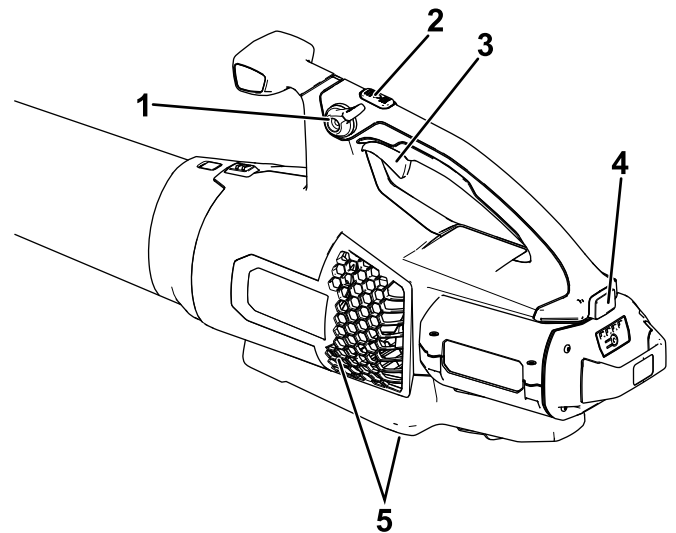

Figura 6
4. Per avviare il soffiatore, premete la levetta della velocità variabile (Figura 6).
Nota: Innestate il blocco della velocità per tenere la macchina accesa senza premere la levetta della velocità variabile (Figura 6).
Per ottenere le massime prestazioni (velocità dell'aria), premete completamente la levetta della velocità variabile, quindi tenete premuto il pulsante turbo boost per la quantità di tempo desiderata (Figura 6).
Per regolare la velocità dell'aria mentre il soffiatore è in funzione, utilizzate la levetta della velocità variabile (Figura 6).
Per mantenere la velocità dell'aria impostata, innestate il blocco della velocità (Figura 6).
Per arrestare il soffiatore, disinnestate il blocco della velocità (se in uso) e lasciate andare la levetta della velocità variabile (Figura 6).